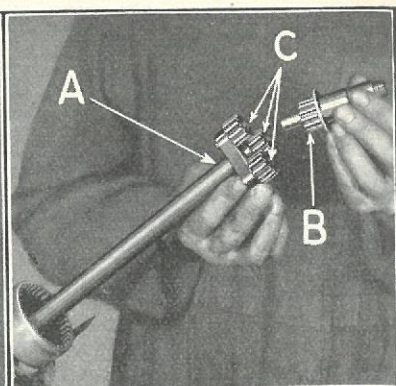

Fig. 388
750 Træk Styreakslen ud (Fig. 388-A) af Ratstammen og tag Styredrevet »B« ud. De tre Tandhjul »C« kan derefter løftes af deres Akseltappe.
- 769** Styretandhjulene indsættes paa Akseltappene. Derefter sættes Styredrevet paa Styreakslen, idet det bringes i Indgreb med de tre Styretandhjul (Fig. 388).